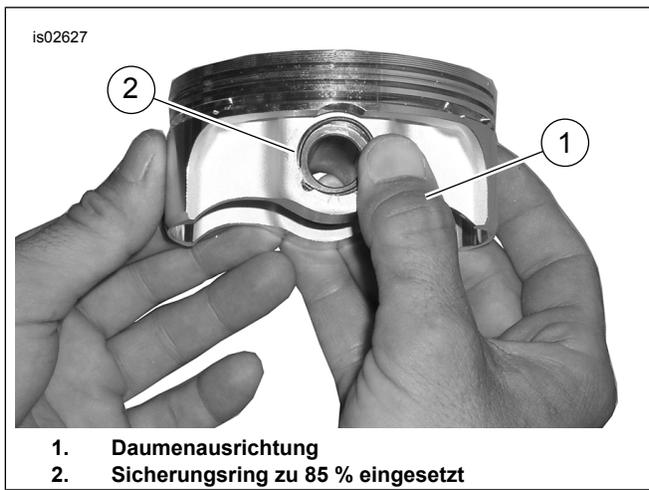

Abbildung 3. Sicherungsring einbauen (generischer Kolben gezeigt)
2. Siehe Abbildung 3 >. Den Daumen (1) wie gezeigt ansetzen und fest drücken, bis sich ca. 85 % des Sicherungsring (2) in der Nut befinden.